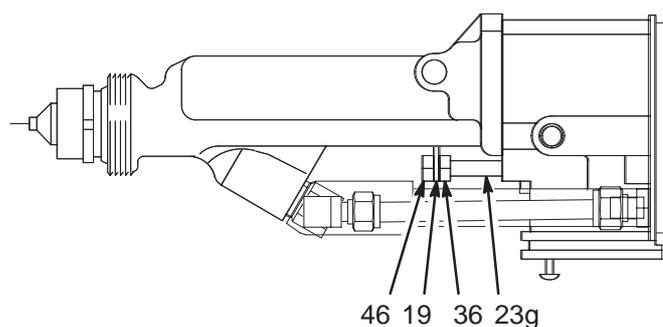

Fig. 29 04317
2. Extraiga la contratuerca (46), el brazo del accionador (19), y la tuerca de ajuste (36). Vea la Fig. 29.